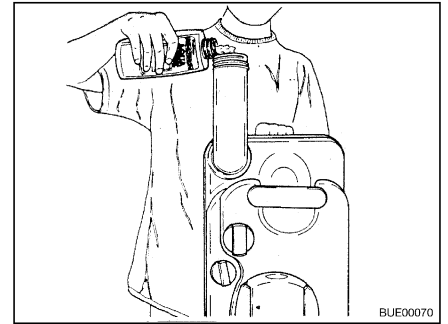

Fig. 190 Rifornimento di liquido sanitario
- Versare la quantità indicata di liquido sanitario nel serbatoio fecale (Fig. 190).